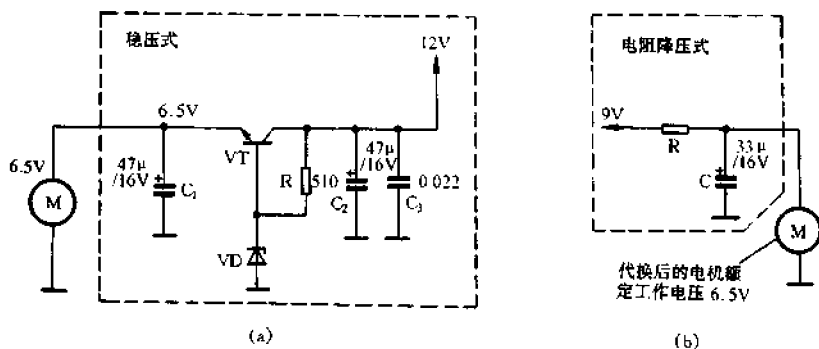

图 4-327 两种降压电路
(1) 选配的电机体积要与原电机的体积基本相同,以便于安装。
(2) 新电机的额定转速与原电机必须相同,否则,将不能保证原机带速,出现录放音失真现象。
(3) 新电机的工作电压要等于或低于原电机。若新电机电压低于原电机,可根据实际情况,采取相应的降压措施,然后供给新电机。例如,原电机供电电压为 12V,而新电机为 6V,两者相差较大,这时可考虑采用如图 4-327(a)所示的电子稳压滤波方式为新电机供电。若两者电压相差较小,则可以采用如图 4-327(b)所示的简单的电阻降压退耦的方式为新电机供电。降压电阻  $R$  的阻值可用下述公式计算。